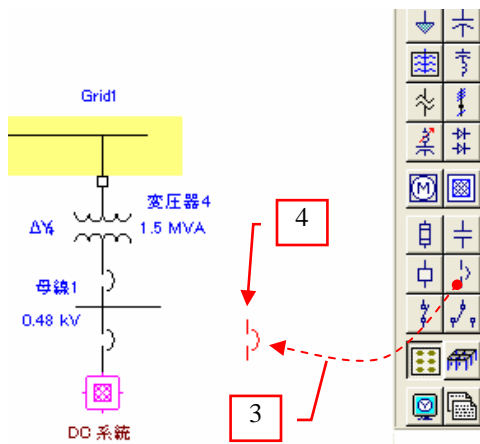

図 28
3. 単線図に低圧遮断器を追加します。 図 28 参照
4. 低圧遮断器のシンボルをダブルクリックします。 図 28 参照